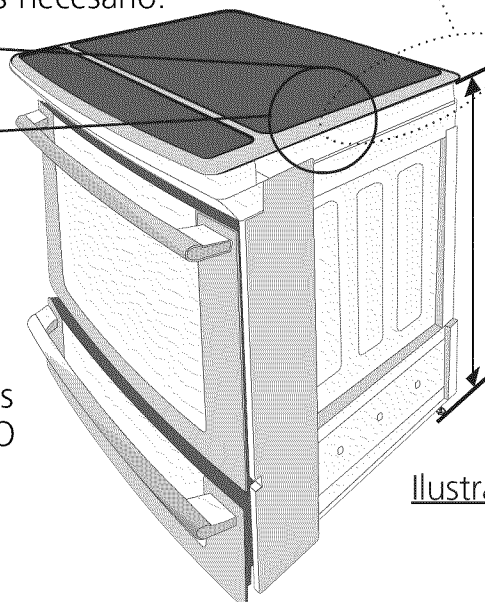

Ilustración 2
Nivele la estufa utilizando las dos (2) patas ajustables delanteras y las dos (2) ruedas ajustables, de manera que la altura del suelo a la parte de abajo del reborde de metal sea de al menos $1/16"$ (vea ilustración 2).
7 Es imprescindible que el reborde de metal que se encuentra debajo de la cubierta este sobre la cubierta del gabinete. La cubierta no deberá tocar directamente la cubierta del gabinete (vea ilustración 2) de no ser asi la fractura de la cubierta anulará la garantía. Nivele la unidad si es necesario.